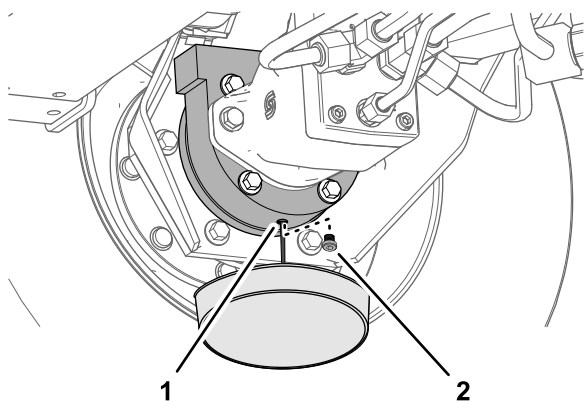

Figura 62
6. Mettete una bacinella sotto la scatola del freno, togliete il tappo di spurgo e lasciate defluire completamente l'olio (Figura 62).